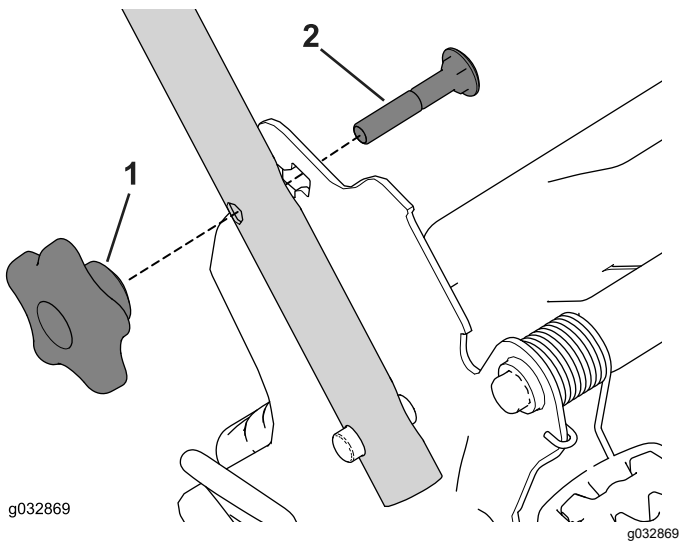

Figura 22
- Inserte el perno de cuello cuadrado (con la cabeza del perno hacia el interior) a través del soporte del manillar y del orificio superior del extremo del manillar. Asegúrese de que los bordes cuadrados de cada perno de cuello cuadrado entre en el orificio cuadrado superior o inferior de su soporte del manillar relacionado (Figura 22).